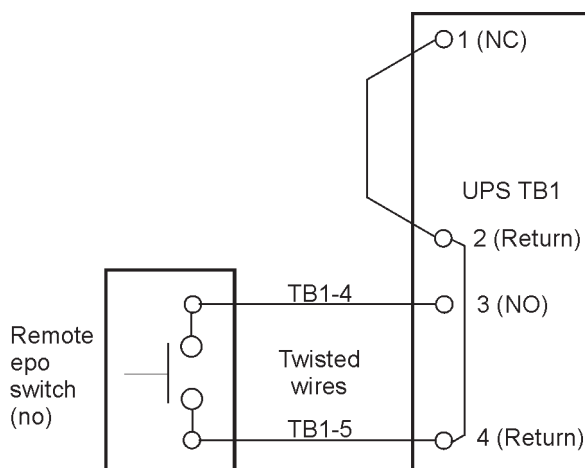

Рис. 4-28. Проводка нормально-разомкнутого удаленного выключателя EPO
9. Проложите и подключите проводку как показано на Table 4-2 и Рис. 4-28.